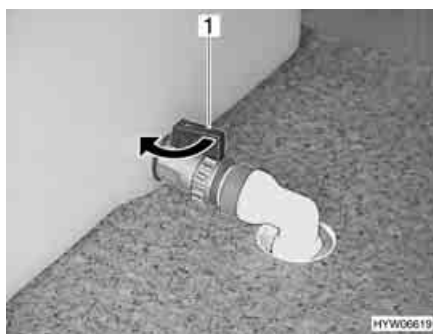

Fig. 209 Serbatoio dell'acqua
- Ruotare il rubinetto di scarico acqua (Fig. 209,1) sul serbatoio dell'acqua nella direzione **opposta** a quella della freccia. L'acqua fuoriesce.